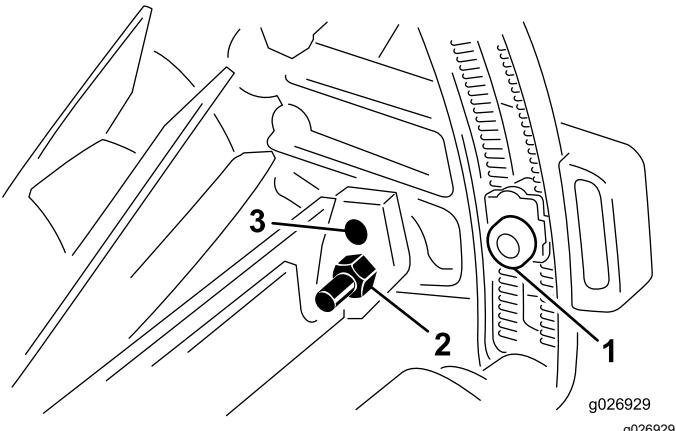

Figura 7
- Allentate le viti a testa cilindrica fissando i dadi di regolazione nelle staffe del rullo (Figura 7).